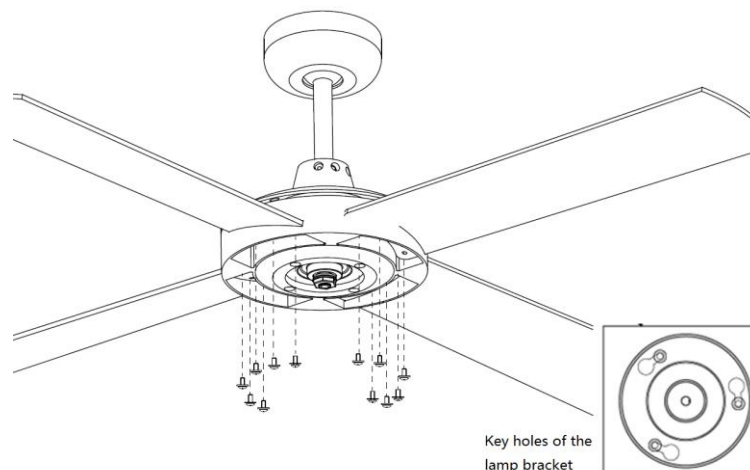

Fig. 5
1. Inserire le pale nell'apertura laterale del motore e allinearle con i 3 fori. Se i fori non si allineano, la pala è capovolta. La pala deve essere fissata saldamente, e le viti devono essere inserite nei fori della pala. Inserire il cacciavite con la vite attraverso il foro sul supporto della lampada. Fissare le pale con 3 viti. Assicurarsi che tutte le viti siano serrate in modo omogeneo per ridurre la possibilità di deformazioni o sbilanciamenti. Ripetere questo processo per tutte le pale. **Fig. 5**